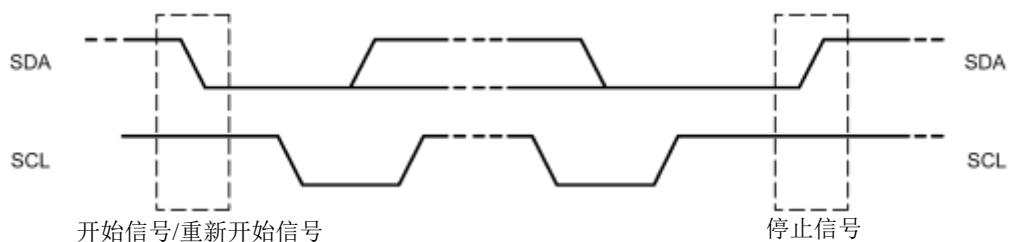

Figure 16-4 开始、重新开始、停止信号
**开始信号 (START):** 如 Figure 16-4 所示，当 SCL 为高电平时，SDA 由高电平向低电平跳变，产生开始信号。当总线空闲的时候，例如，没有主动设备在使用总线（SDA 和 SCL 都处于高电平），主机通过发送开始 (START) 信号建立通信。
**停止信号 (STOP):** 如 Figure16-4 所示，当 SCL 为高电平时，SDA 由低电平向高电平跳变，产生